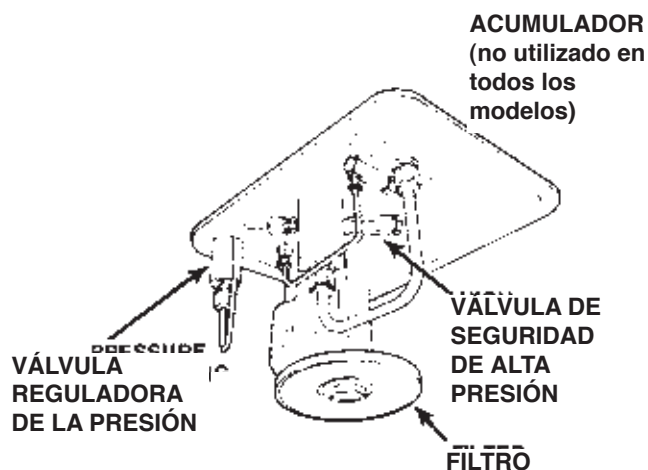

FIGURA 2
1. Retire los diez tornillos que fijan el motor y el conjunto de la bomba al depósito. **IMPORTANTE:** cuando retire el conjunto de la bomba y el motor del depósito, procure no dañar la junta ni golpear el filtro o las válvulas reguladoras de la presión. Consulte la figura 2.